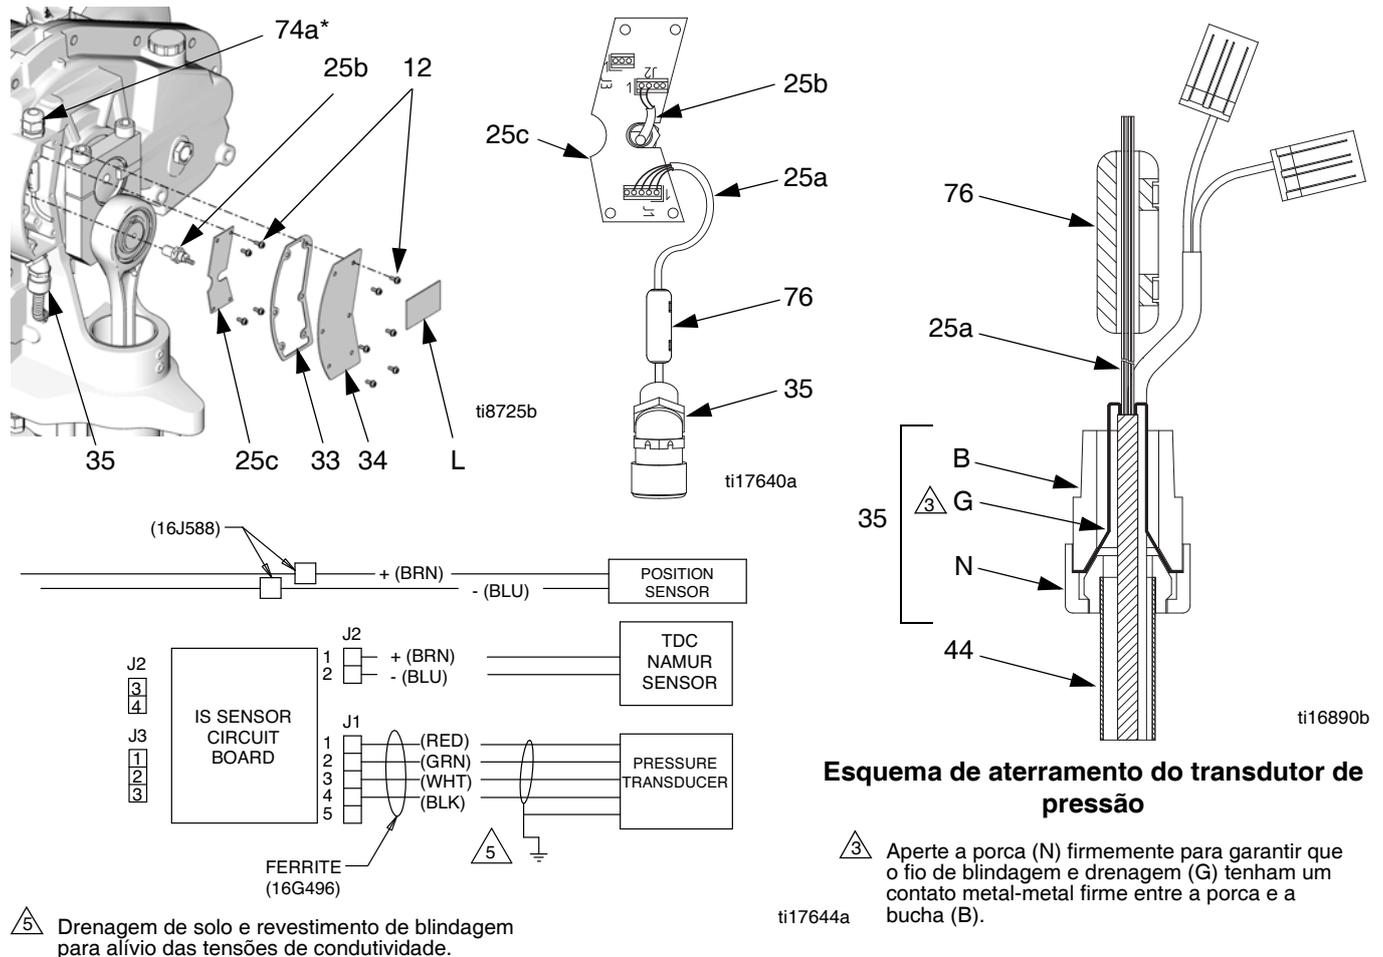

FIG. 11. Placa de circuito.
4. Retire dois parafusos (12) e a tampa (32).
5. Consulte a FIG. 11. Retire seis parafusos (12), a tampa da placa de circuito (34), e a gaxeta (33).
6. Desconecte o cabo do transdutor (25a) do J1 da placa de circuito (25c). Consulte a FIG. 11 e o **Diagramas Elétricos**, na página 10.
9. Retire os quatro parafusos (12) e a placa de circuito (25c).
10. Instale a nova placa de circuito (25c) com os quatro parafusos (12).
12. Consulte a FIG. 11. Desaperte a porca (N) no prensa cabo (35). Retire o ferrite (76). Puxe o cabo do transdutor (25a) para fora do conduíte (44).
14. Consulte a FIG. 11. Certifique-se de que o prensa cabo condutivo (35) esteja firmemente aparafusado à carcaça, para garantir a continuidade elétrica para o compartimento da bomba. Rosqueie o cabo do transdutor (25a) (42) através do adaptador, conduíte curto comprimento (44) A, e o prensa cabo condutivo (35). Reconecte o cabo do J1 à placa de circuito (25c). Instale o ferrite (76) ao redor do cabo do transdutor.
15. Consulte a FIG. 11. Aperte a porca (N) no prensa cabo condutivo (35) firmemente para assegurar que o protetor e drenagem de fio (G) tem uma companhia de contato metal-metal entre a porca e o casquilho (B).
17. Consulte a FIG. 11. Conecte o cabo do TDC (25b) ao J2 da placa de circuito (25c).
6. Desconecte o cabo do transdutor (25a) do J1 da placa de circuito (25c). Consulte a FIG. 11, na página 18.
6. Desconecte os fios do sensor de posição e os fios do circuito IS de campo dos dois blocos de terminais (46). Guarde os blocos de terminais. Consulte o **Diagramas Elétricos**, na página 10.
7. Consulte a FIG. 11 na página 18. Desaperte a porca (N) no prensa cabo (35).